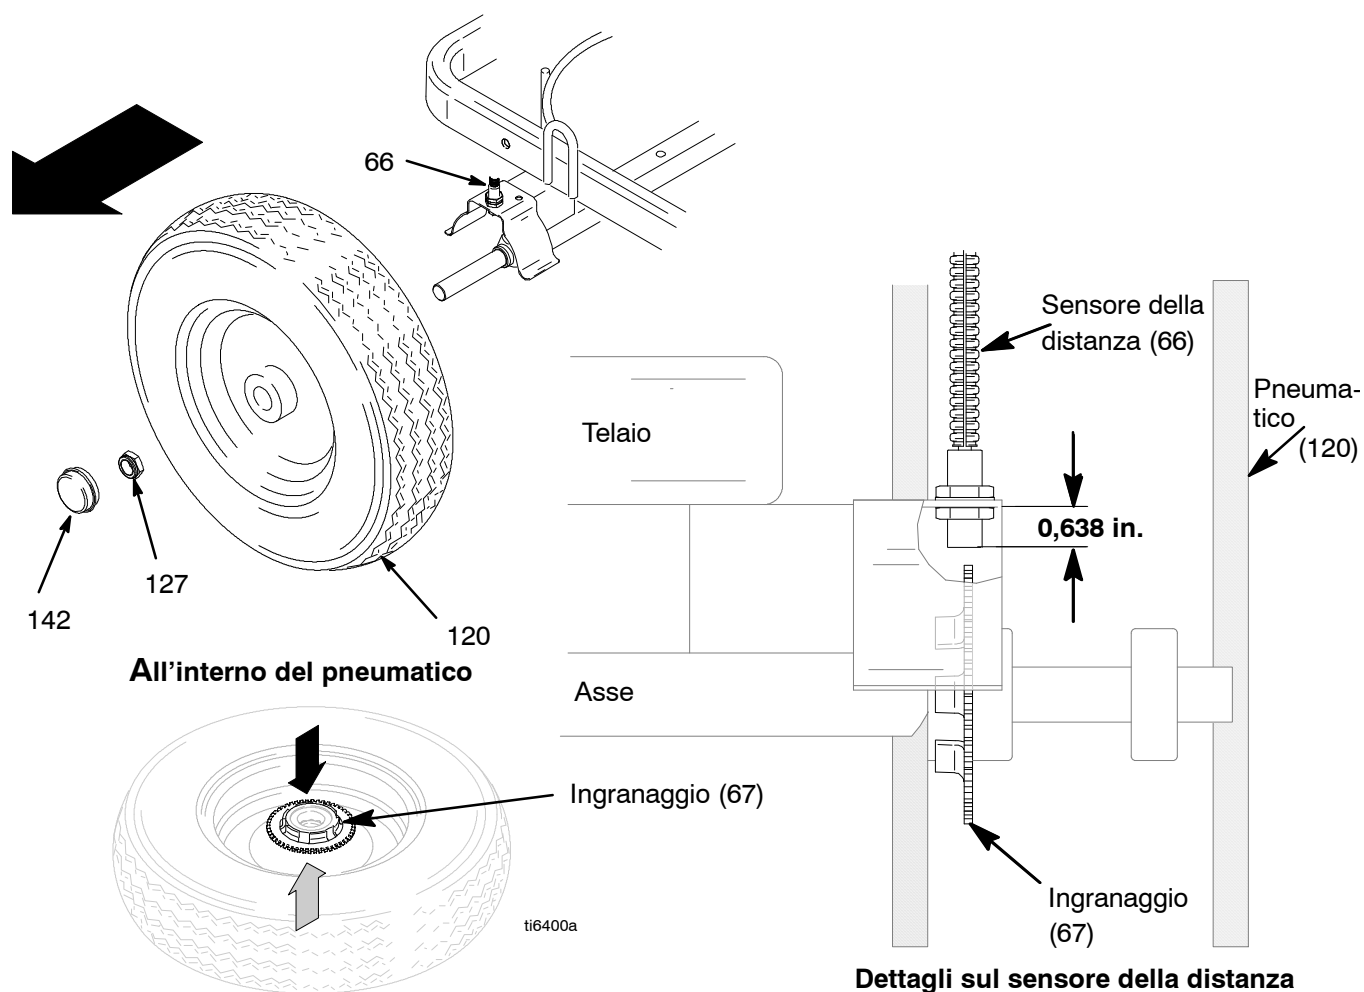

Fig. 14
2. Fig. 14. Rimuovere la protezione contro la polvere (142) dalla ruota. Rimuovere il dado (127).
3. Rimuovere la ruota (120) da LineLazer.
4. Allineare gli ingranaggi al sensore (66).
5. Installare la ruota (120) su LineLazer.
6. Installare e serrare il dado (127), quindi svitare di 1/4 di giro. Installare la copertura contro la polvere (142) sulla ruota.